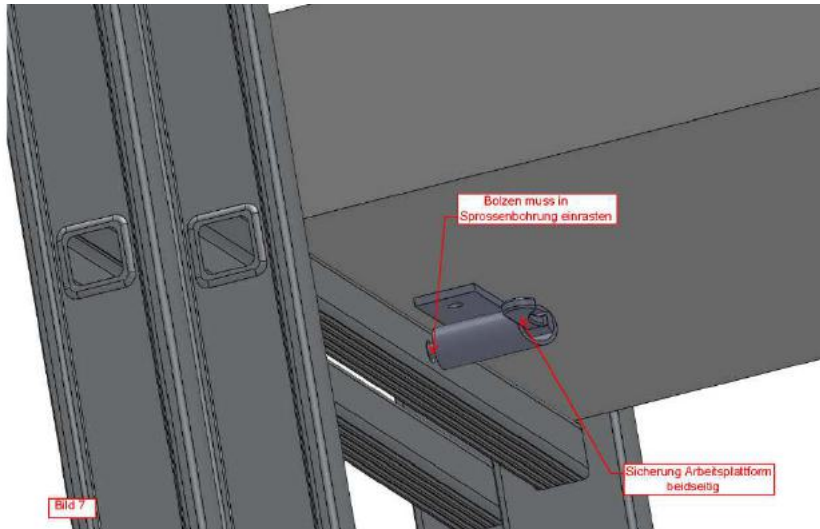

Bild 8
- 8.) Arbeitsplattform in die gewünschte Höhe heben. max. Plattformhöhe von 2 m beachten. Bild 8